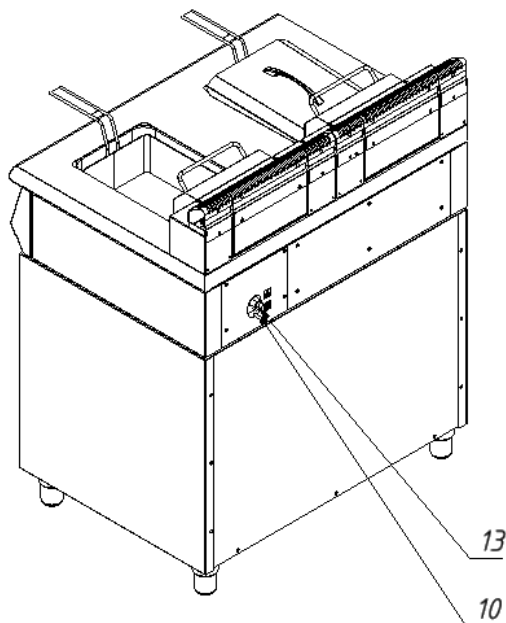

Рис.2
5.5 Подсоединить заземление корпуса установки(10)рис.2 к заземляющему контуру помещения согласно ГОСТ 27570.0-87.